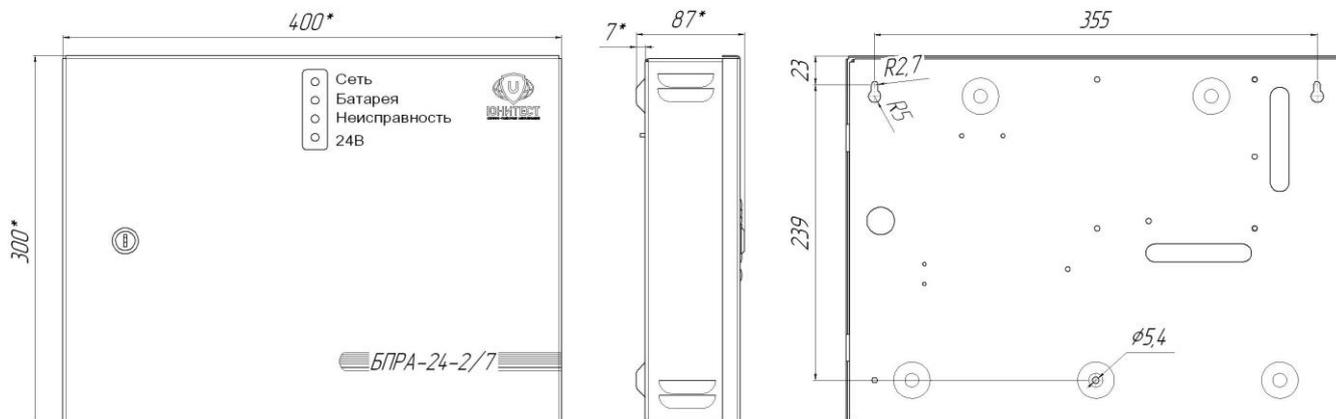
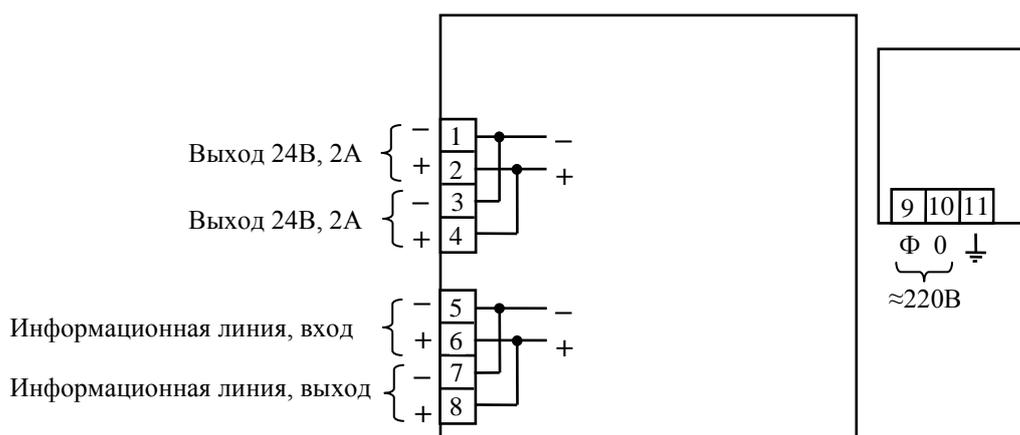

Рис.1. Габаритные и установочные размеры А16-БПРА.
Рис.2. Схема подключения БПРА.
водствоваться Сводом правил СП 5.13130.2009. Габаритные и установочные размеры БПРА показаны на рис.1, принципиальные схемы подключения – на рис.2.
6.2.1. БПРА (см. рис.2) поставляется с установленными джампером 1 (программирование адреса).